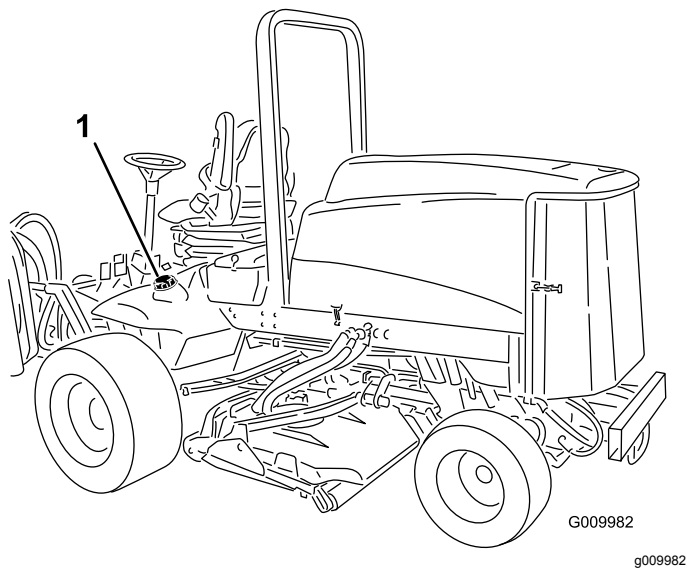

Figura 17
1. Retire el tapón del depósito de combustible (Figura 17).